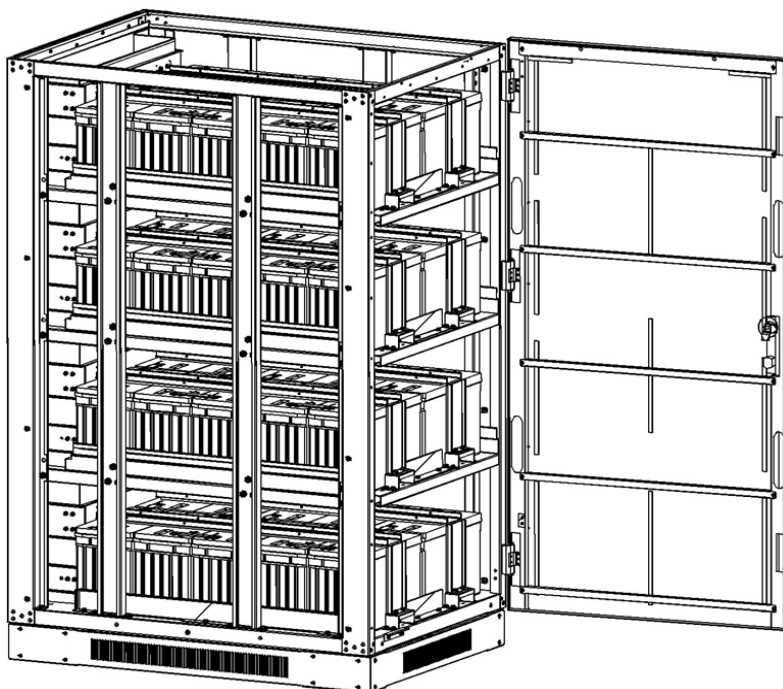

Figura 5-39
8. Reinstale todos los soportes y tornillos de retención de la batería (Figura 5-39).